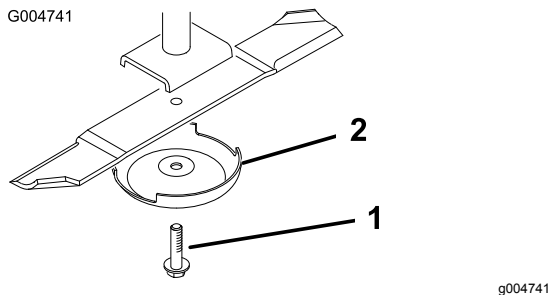

Figura 131
4. Segure a extremidade da lâmina utilizando um trapo ou uma luva grossa e retire o parafuso da lâmina, recipiente antidanos e a lâmina do veio do eixo (Figura 131).